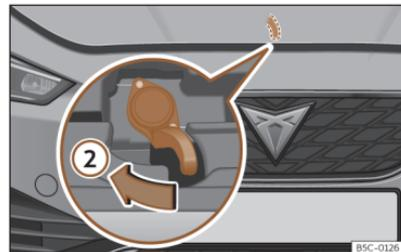

Abb. 214 Hebel unter der Motorraumklappe.
- Um die Frontklappe zu öffnen, drücken Sie den unterhalb der Frontklappe mittig vorgesehenen Hebel mit der Hand nach links >>> (Abb. 214) ②. Die Fanghaken werden entriegelt.